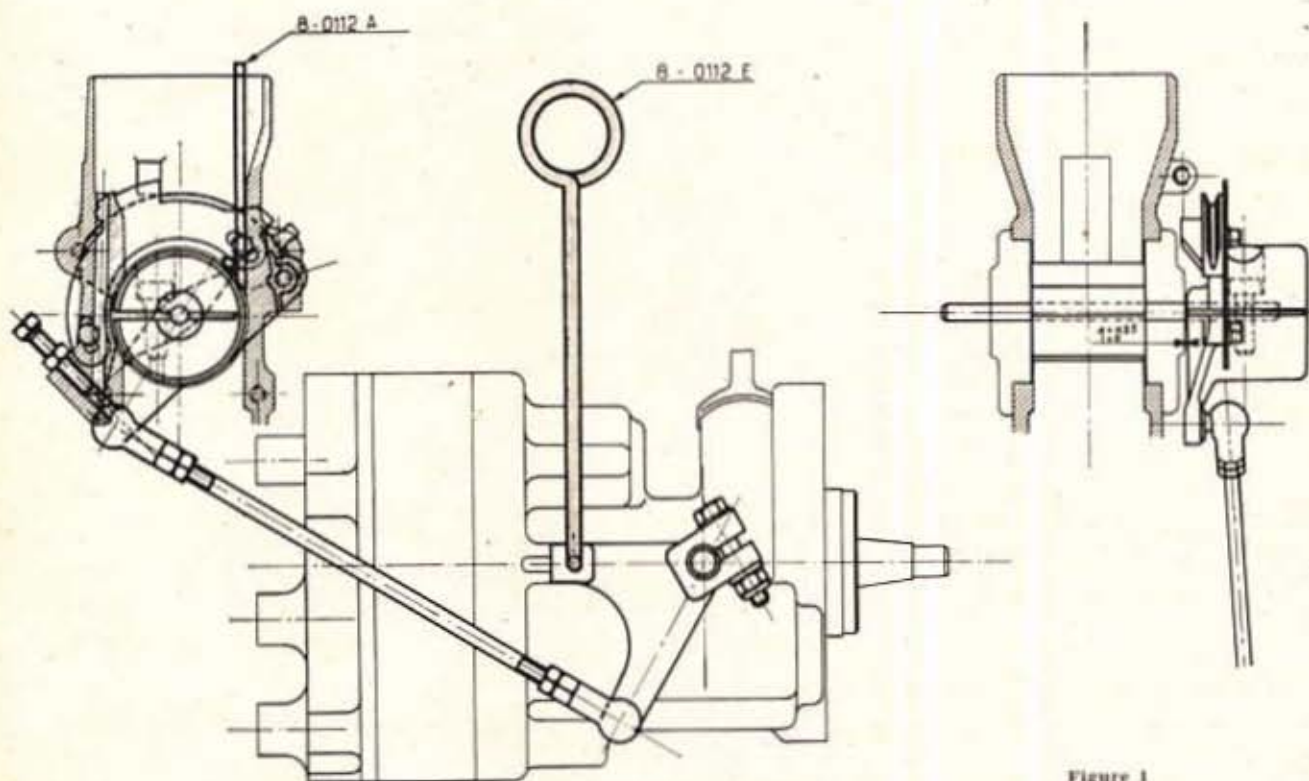

Figure 1
- Mettre la broche 8.0112 E dans le trou du levier de pompe et dans l'encoche correspondante sur le carter de pompe d'injection (fig. 1).